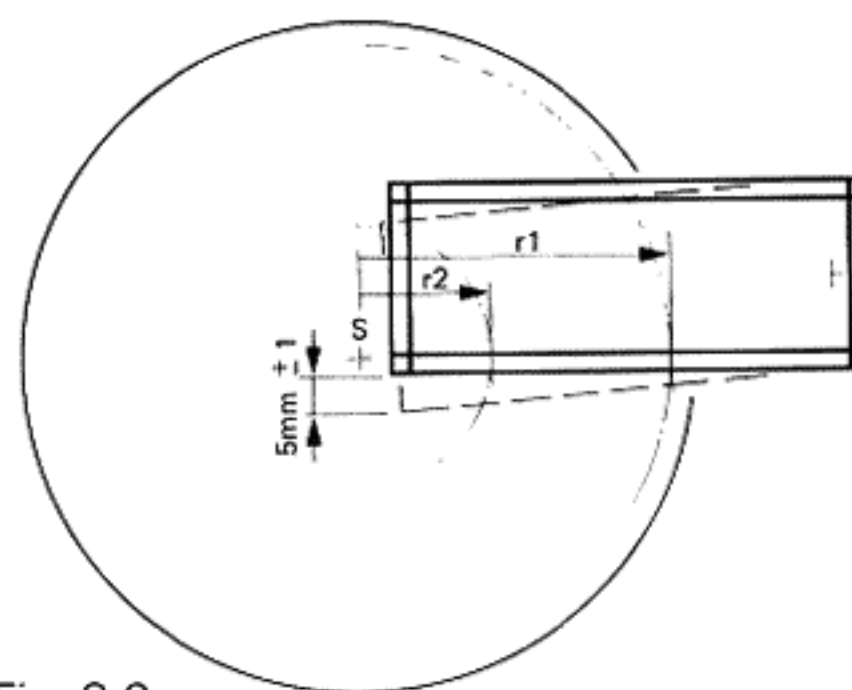

Fig. 2.6
Distanz Drehzentrum (S) – Schaltpunkt = $r1 = 147 \text{ mm} +1/-0 \text{ mm}$ (Fig. 2.6).
Distance between platter center (S) and trip point = $r1 = 147 \text{ mm} +1/-0 \text{ mm}$ (Fig. 2.6).
- Point de commutation de l'interrupteur de butée droit (phonocapteur en position de départ). Distance du centre (S) au point de commutation = $r1 = 147 \text{ mm} +1/-0 \text{ mm}$ (Fig. 2.6).
Masskontrolle an Peripherie der Tonarmführungs-Ausladung (Fig. 2.6):
Dimensional check on the periphery of the tone arm projection (Fig. 2.6):
La valeur se mesure sur la tangente au cercle décrit par le pont (Fig. 2.6):